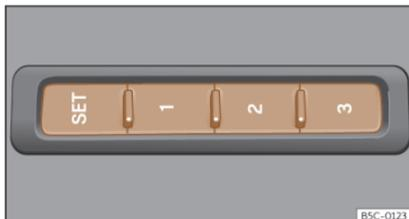

Fig. 106 Sul lato esterno del sedile del conducente: tasti di memoria.
- Premere il tasto **SET** per più di 1 secondo >>> fig. 106.